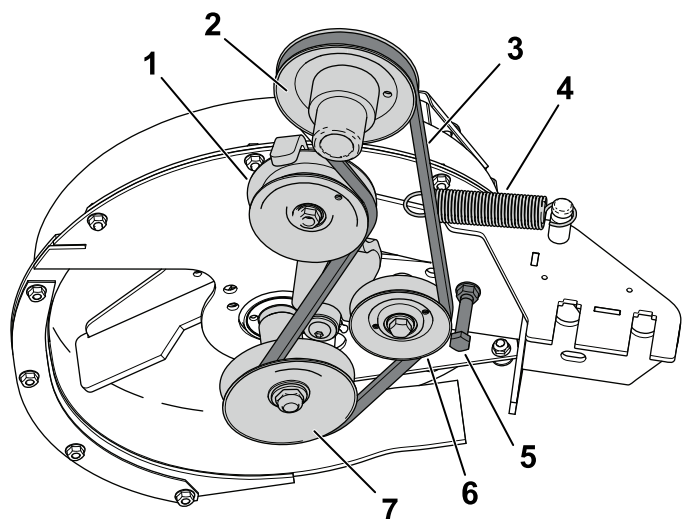

Figure 56
3. Desserrez ou déposez le guide-courroie (Figure 56).
4. Tirez sur la poulie de tension rappelée par ressort pour détendre la courroie (Figure 56).
- Faites passer la courroie neuve autour de la poulie de ventilateur (Figure 56).
- Serrez ou reposez le guide de courroie (Figure 56).